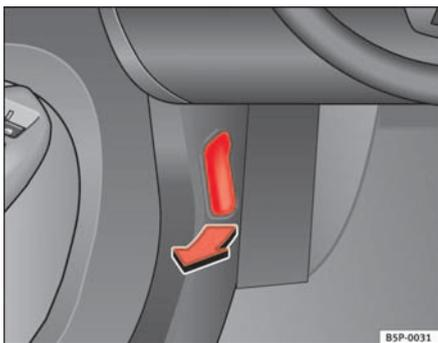

Fig. 157 Détail du plancher côté conducteur : levier de déverrouillage du capot-moteur
- Tirez sur le levier qui se trouve sous le combiné d'instruments ⇒ page 223, fig. 157 dans le sens indiqué par la flèche. Le capot se débloque grâce à l'action du ressort ⇒ ⚠.